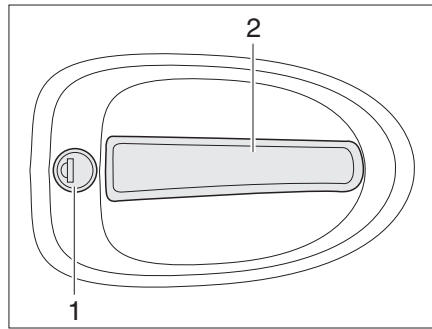

Bild 48 Türschloss Eingangstür, außen
- Schlüssel in Schließzylinder (Bild 48,1) stecken und drehen, bis das Türschloss entriegelt ist.
- Am Türgriff (Bild 48,2) ziehen. Die Tür ist geöffnet.
- Schlüssel in Schließzylinder (Bild 48,1) stecken und drehen, bis das Türschloss verriegelt ist.